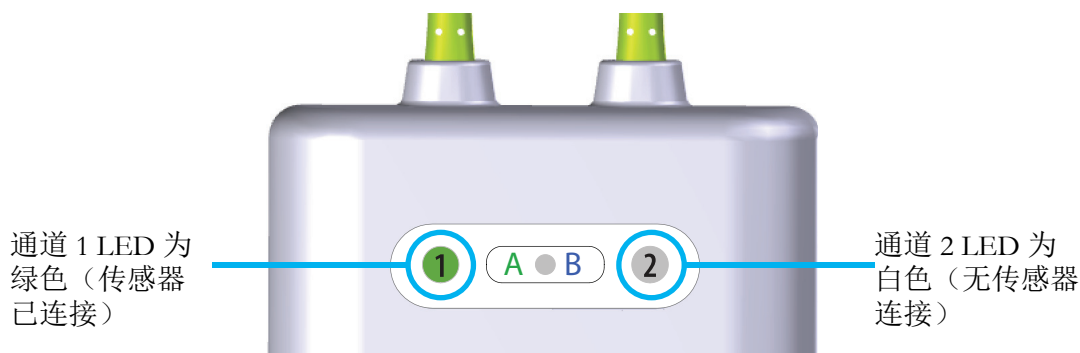

图 12-14 将传感器连接至前置缆线
- 6 确认 ForeSight Elite 模块 (FSM) 上的通道状态 LED 指示灯在传感器完全接好时由白色变为绿色。请参阅图 12-14。